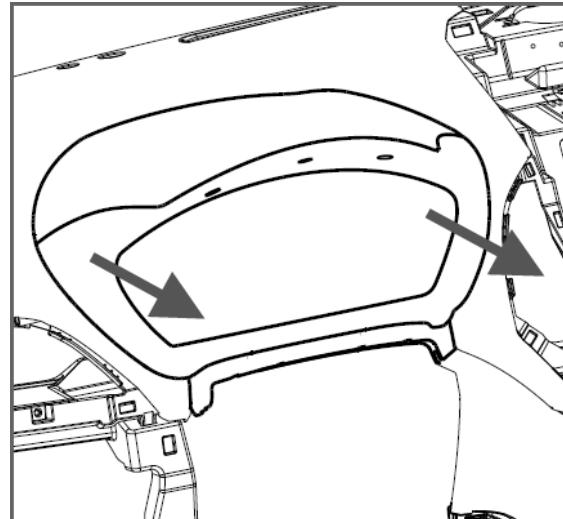

图 1.5.7 组合仪表罩板拆卸示意图
- (1) 拆卸该产品时不建议用一字螺丝刀等工具拆卸，会破坏产品外表面。
- (2) 双手放在图 1.5.7 所示箭头位置，沿箭头方向缓慢拔该零件直至装配处结构都脱开。